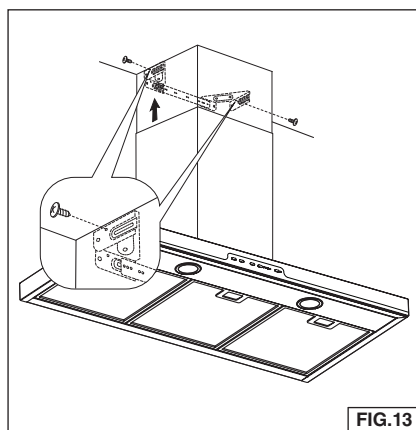

FIG.13
7. Fije el conducto de humo superior al soporte de montaje con (2) tornillos de 3.9 x 6 mm. Fig. 13.